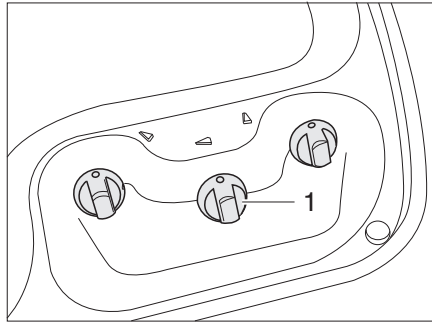
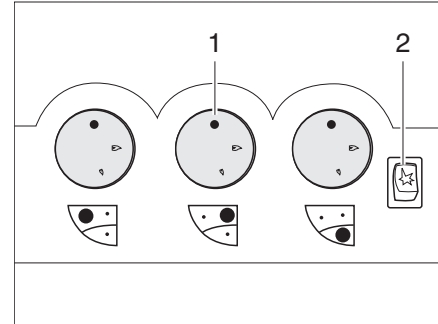

Fig. 308 Elementos de mando para la cocina de gas (sin tecla de encendido piezoeléctrica)
Fig. 309 Elementos de mando para la cocina de gas (con tecla de encendido piezoeléctrica)
- Girar el regulador giratorio (Fig. 308,1 ó Fig. 309,1) correspondiente al quemador deseado a la posición de encendido (llama alta).
- Si hay una tecla de encendido (Fig. 309,2): Generar chispas pulsando la tecla de encendido.